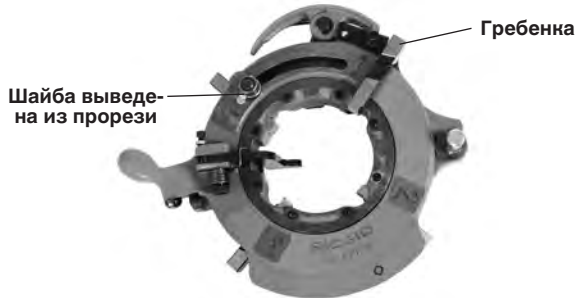

Рис. 13 – Вставка резьбонарезных гребенок
5. Извлеките гребенки из резьбонарезной головки. Вставьте соответствующие гребенки в резьбонарезную головку пронумерованным торцом вверх. Номера на гребенках должны соответствовать номерам на пазах резьбонарезной головки (см. Рис. 13). Гребенки имеют паз, который при правильной установке входит шариковый фиксатор резьбонарезной головки. Всегда заменяйте гребенки в комплекте – не устанавливайте гребенки из разных комплектов.